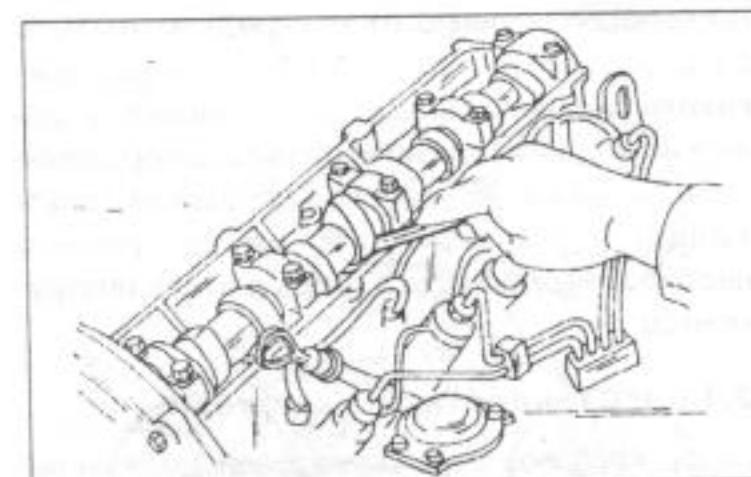

Рис. 78.
- В этом положении замерять зазор впускных клапанов цилиндров № 4 и № 2 и зазор выпускных клапанов цилиндров № 1 и № 3, как это показано на рис. 78. Применяются датчики толщиной 0,20-0,30 мм для впускных клапанов и толщиной 0,30-0,40 мм — для выпускных. Величина зазора каждого клапана указана в таблице.